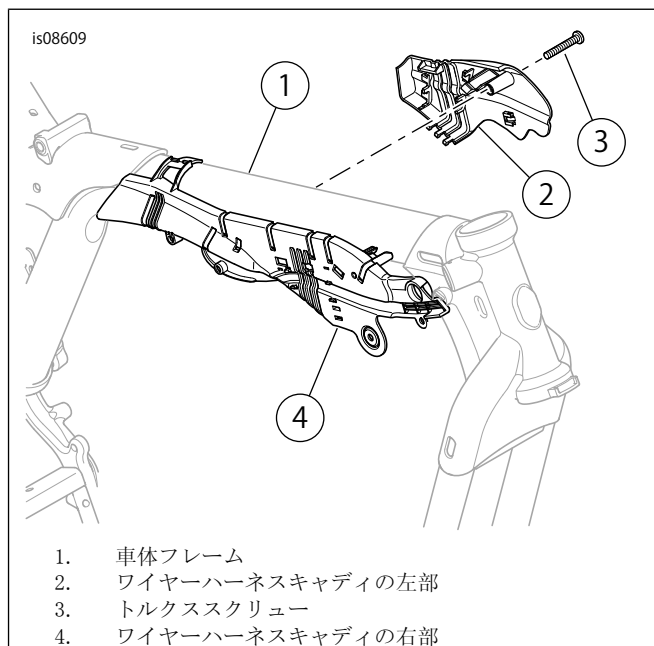

図1. メインハーネスへのアクセス
- 図1を参照してくださいトルクスクリュー(3)を取り外します。キャディの左部(2)をその右部(4)と車体フレーム(1)とから外します。
8. 図1を参照してください組み立てられたコネクタ[31B]は、ステアリングヘッド背後のフレームの右側にあるワイヤーキャディ(4)へと、外側から送り込みます。